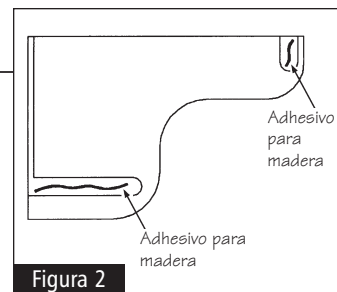
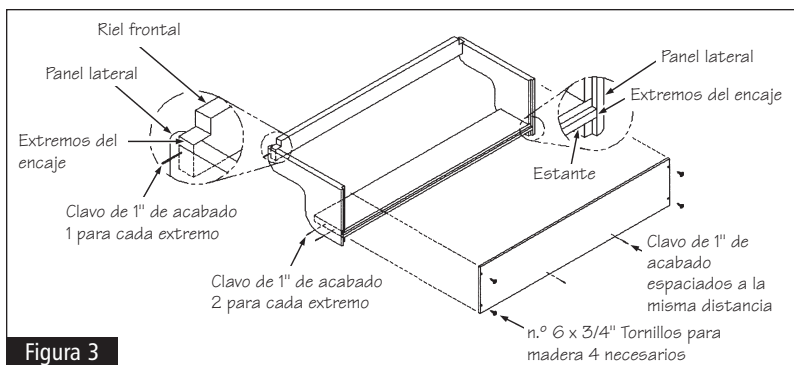

Figura 2
Figura 3
- 4** En el nuevo corte (con reborde) del extremo de la parte posterior, haga dos agujeros usando una broca de 5/32" para que los agujeros estén parejas a los del extremo opuesto (sin reborde). Vea la figura 2.
- 1 Aplique adhesivo para madera en la ranura larga del panel lateral (Vea figura 2) y coloque el estante en la ranura. Asegúrese de que la ranura de la parte posterior del estante encaja con la ranura del panel lateral. Asegure el estante con dos clavos de acabado de 1" (incluidos) pero teniendo cuidado en no dañar la superficie de la madera. Vea la figura 3. Limpie con un trapo cualquier exceso de adhesivo. Repita este procedimiento para el extremo opuesto.
- 2 Aplique el adhesivo en la ranura corta del panel lateral (vea la figura 2) y coloque el riel frontal en la ranura. Asegúrese de que la muesca del riel frontal encaja con la parte superior del panel lateral. Asegure el riel frontal con uno de los clavos de acabado de 1" (incluido), pero teniendo cuidado de no dañar la superficie de la madera. Vea figura 3. Limpie con un trapo cualquier exceso de adhesivo. Repita este procedimiento para el extremo opuesto.
- 4 Saque la parte posterior y aplique el adhesivo de madera a los paneles laterales y a las ranuras de los estantes que estarán en contacto con la parte posterior. Coloque la parte posterior en su lugar y asegúrela con dos tornillos para madera del n.º 6 x 3/4" en cada panel lateral. Con el clavo de acabado de 1" que le queda, dejando el mismo espacio, asegure la parte posterior al estante. Vea la figura 3. Limpie con un trapo cualquier exceso de adhesivo. Después de seguir las instrucciones para el tiempo recomendado de secado para el adhesivo utilizado, la unidad estará lista para ser instalada.